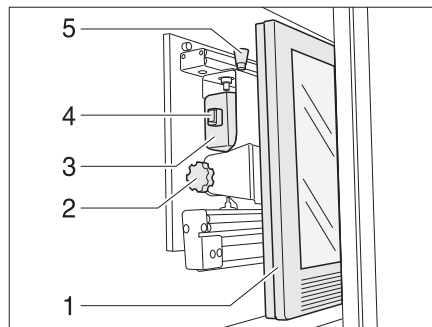

Fig. 103 Meuble télévision
- Appuyer sur le bouton de déverrouillage (Fig. 103,5) et tirer le support de l'écran plat jusqu'à la butée vers l'avant, à l'aide de la poignée (Fig. 103,4).
- Tirer le bouton de déverrouillage (Fig. 103,1) et faire pivoter l'écran plat (Fig. 103,2) dans la position souhaitée.
- Desserrer la vis moletée (Fig. 103,3).